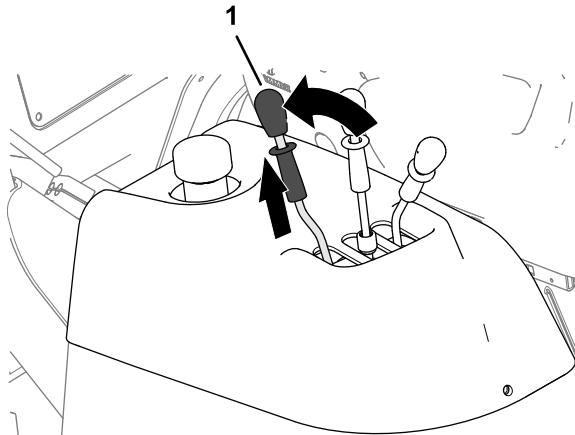

Bild 55
1. Eine andere Person sollte den Entleerungshebel für die Fangbox zurückgezogen halten (**Bild 55**).